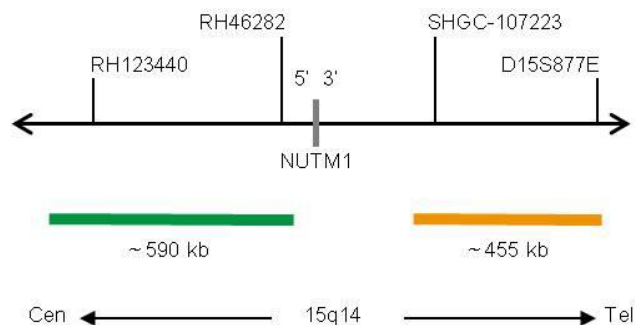

Fig. 1: SPEC NUTM1 Mapa da sonda (sem escala)
- Polinucleótidos (~10 ng/μl) com marcação ZyGreen (excitação 503 nm/emissão 528 nm), dirigidos ao mapeamento de sequências alvo em 15q14* (chr15:33,999,791-34,587,649) proximais à região de quebra do NUTM1 (ver Fig. 1).
- Polinucleótidos (~4.5 ng/μl) com marcação ZyOrange (excitação 547 nm/emissão 572 nm), dirigidos ao mapeamento de sequências alvo em 15q14* (chr15:34,873,659-35,326,986) distais à região de quebra do NUTM1 (ver Fig. 1).